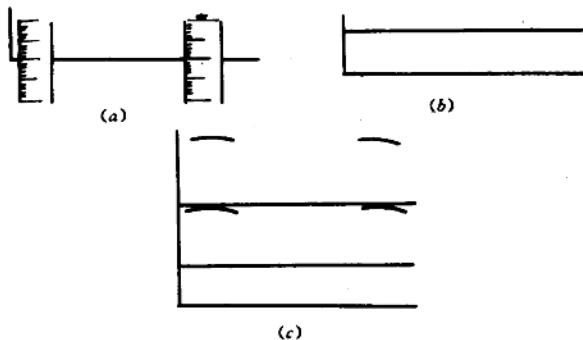

图 2-9 用钢尺、划规划平行线
(1) 划平行线
① 用钢尺在工件一端相隔适当的距离,从工件端部起,量出二个相同的尺寸,划出线痕再把两线痕连接起来(见图 2-9 (a)、(b))。
② 用划规量好尺寸后(二平行线间距离),以线的两端为圆心,划二圆弧,用钢尺作两圆弧的公切线(见图 2-9 (c))。